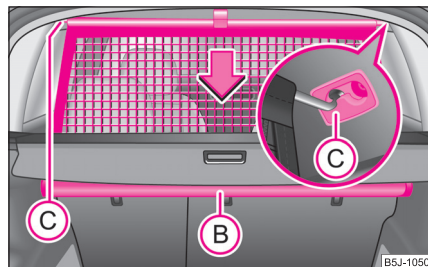

Abb. 74 Netztrennwand einrollen
- Ziehen Sie die Querstange erst auf der einen, dann auf der anderen Seite etwas nach hinten und nehmen die Querstange aus den Aufnahmen **(C)** ⇒ Seite 70, Abb. 74.